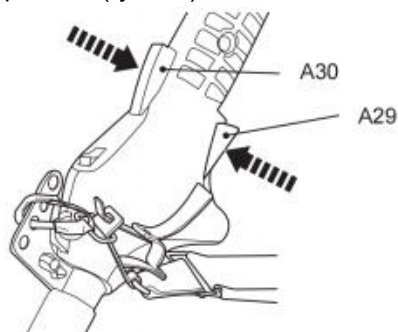

Fig. 41
8. Naciśnij blokadę przepustnicy (A30) i spust przepustnicy (A29), aby uruchomić produkt (rys. 41).